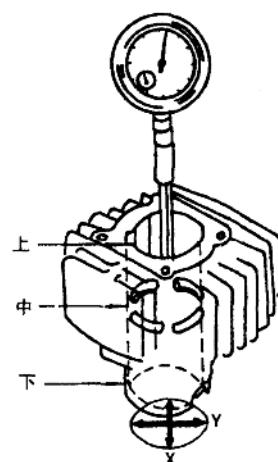

图1-7 测量气缸内径
(6)气缸磨损的检测方法:气缸磨损通常用内径百分表进行测定,测定部位应按图1-7所示的要求,在活塞销方向(X-X方向)及其垂直方向(X-Y方向),选上、中、下三段的六个点